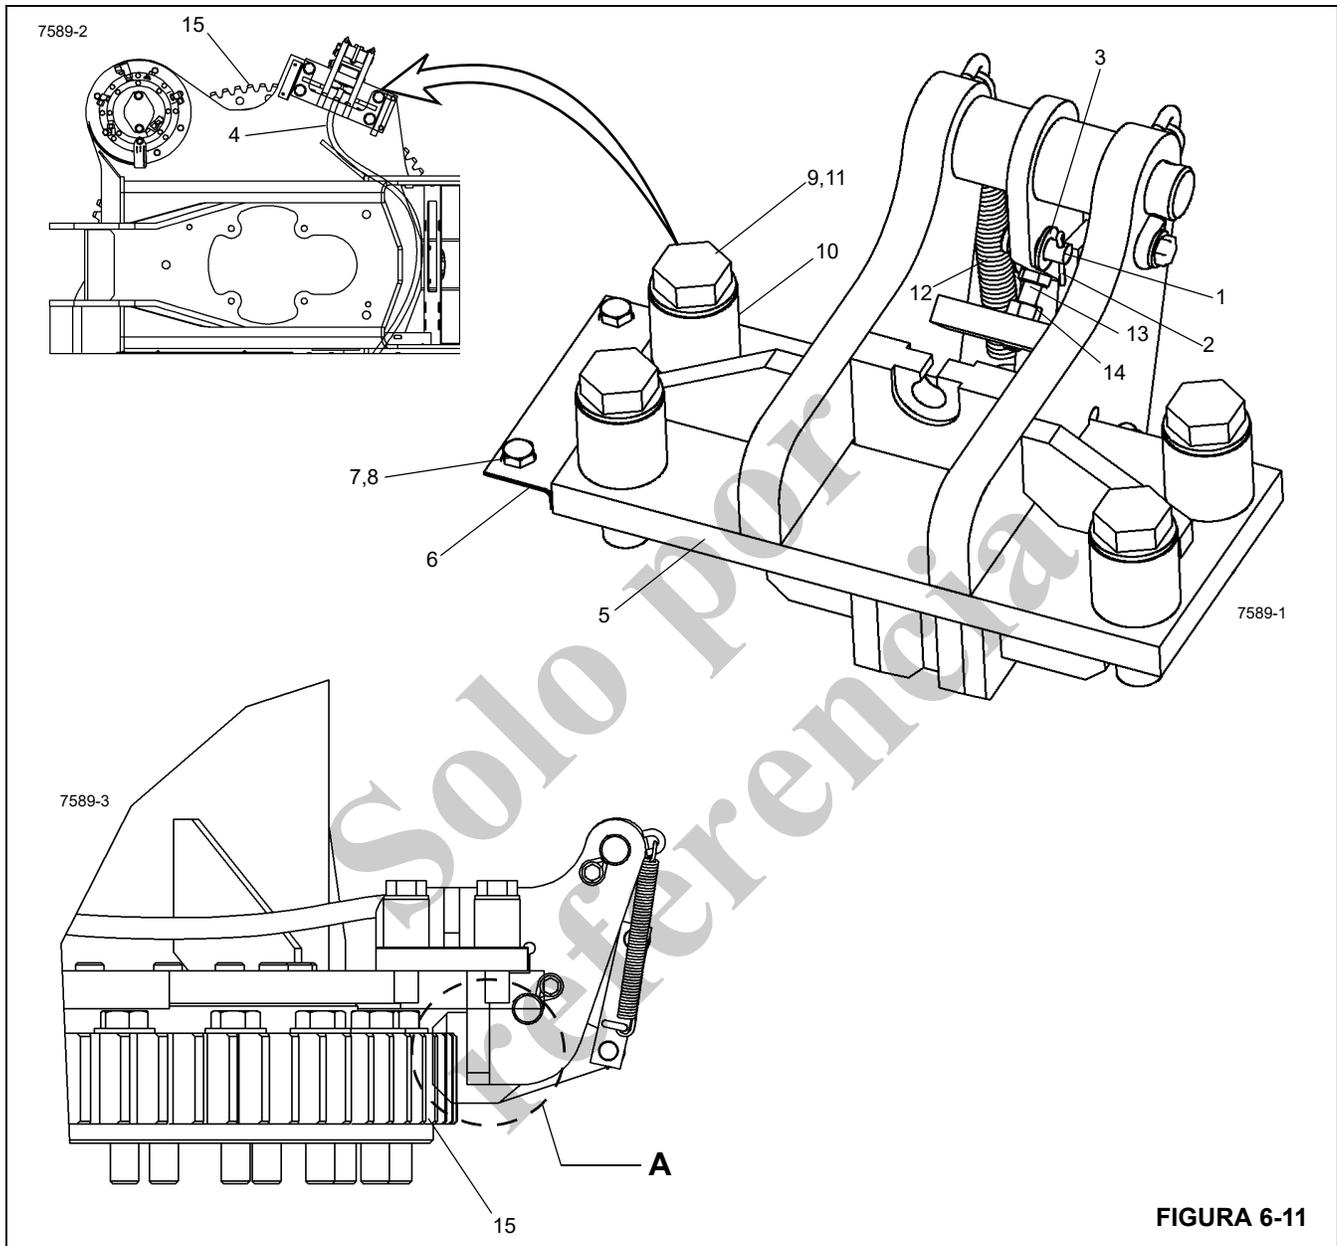

FIGURA 6-11
1. Suelte el pedal de bloqueo de giro y asegúrese de que el bloqueo está desengranado del anillo del cojinete de la torreta (15, Figura 6-11).
2. Quite el pasador de horquilla (1, Figura 6-11), el pasador hendido (2) y la arandela (3) que aseguran el cable (4) al bloqueo de giro (5).
3. Conecte el cable (4, Figura 6-11) al bloqueo de giro (5) con el pasador de horquilla (1), el pasador hendido (2) y la arandela (3).
4. Ajuste el cable (4, Figura 6-11) utilizando las instrucciones siguientes.